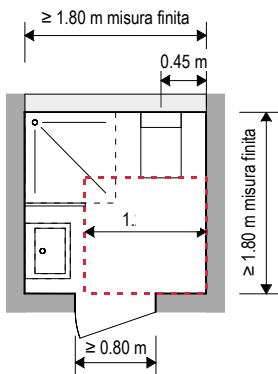
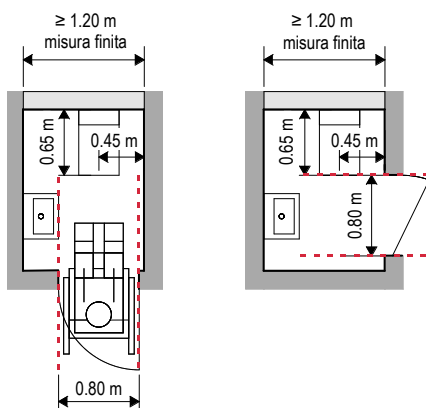

Fig. 29 Pianta di un locale sanitario idoneo per tutti i visitatori e adattabile alle necessità individuali
Fig. 30 Pianta minima per un WC idoneo per tutti i visitatori: la maggior parte delle persone in sedia a rotelle preferisce l'accesso frontale al WC
- > Almeno un locale sanitario è idoneo per tutti i visitatori, per es. come «locale sanitario adattabile» (figg. 27/28), «locale sanitario idoneo per tutti i visitatori» (fig. 29) o «WC idoneo per tutti i visitatori» (fig. 30).